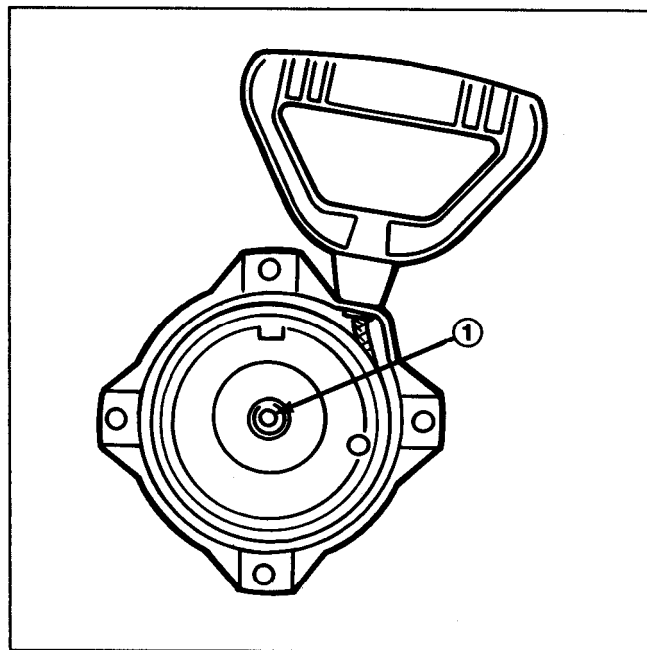

Figure 2
INSTALLATION DE L'ALTERNATEUR (Fig. 2 à 4)
1. Suivant le modèle de déneigeuse, retirez soit les (4) vis, soit les (4) écrous de fixation du boîtier du démarreur à cordon sur le carénage de la soufflante.
2. Si le boîtier du démarreur à cordon est muni d'un obturateur central (Fig. 2), retirez ce dernier en le poussant par l'arrière et passez à l'étape 4. Dans le cas contraire, référez-vous à l'étape 3.